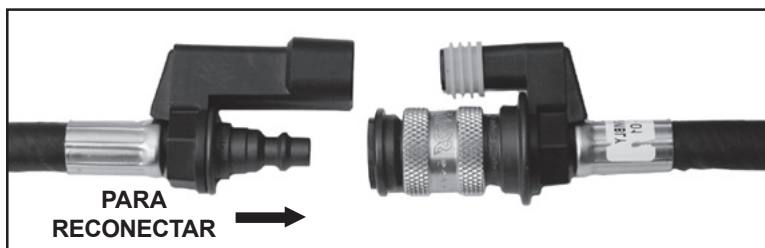

FIGURA 13B
2. Para volverlo a conectar, alinee el obturador del módulo de luces Heads-Up con el conector homólogo (véase la Figura 13B) y empuje el obturador "D" hacia el interior de la boquilla hasta que el manguito de seguridad "E" salte hacia adelante. Para verificar que está bien asegurado jale varias veces del acoplamiento.